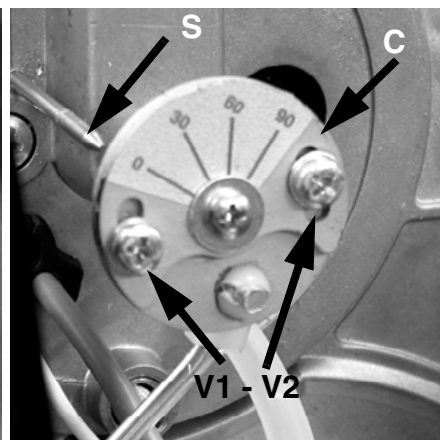

Fig. 8c
- 3 Вывести горелку в режим малого пламени. Для изменения расхода газа, расслабить винты V1 и V2 (Fig. 8c) и отрегулировать угол раскрытия дроссельного клапана, вращая пластинку C (при вращении по часовой стрелке - расход газа уменьшается, а при вращении против часовой стрелки - увеличивается). Стержень S указывает угол раскрытия.